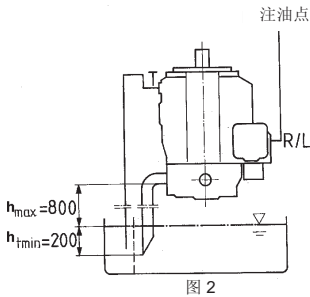

图 2
b) 当最低油液面低于泵的法兰区时：油口“R/L”、“T”以及在可能的情况下“S”必须如图2所示连接管路。1.2 中所述的情况适用。